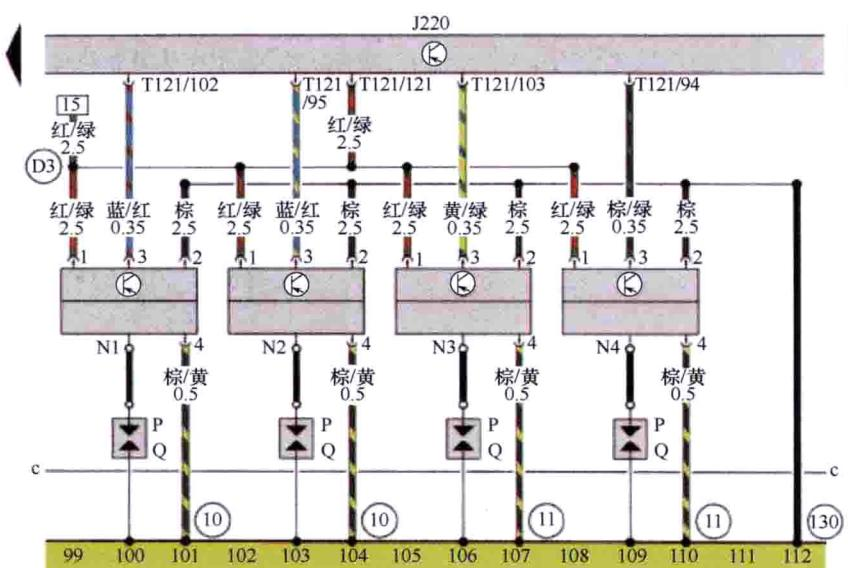

图 2-3 发动机 ECU 和点火器的相关电路
5) 同时，由于起动机的运转，G28 向 J220 的端子 T121/90 和 T121/82 提供交流信号。发动机 ECUJ220 通过端子 T121/102 (N1)、端子 T121/96 (N2)、端子 T121/103 (N3)、端子 T121/94 (N4) 提供点火信号，如图 2-3 所示。高压线圈产生高压，向火花塞放电，由于火花塞有间隙，故产生电火花点燃混合气。